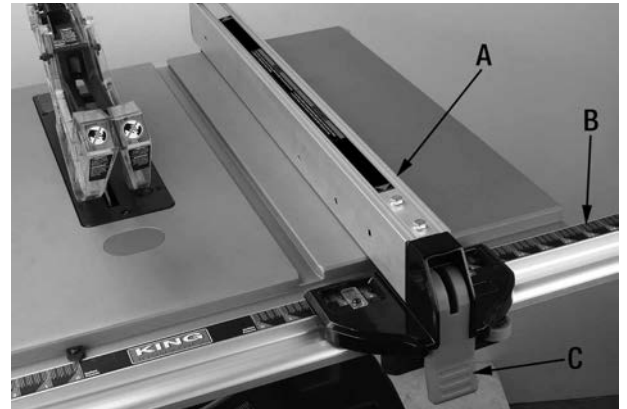
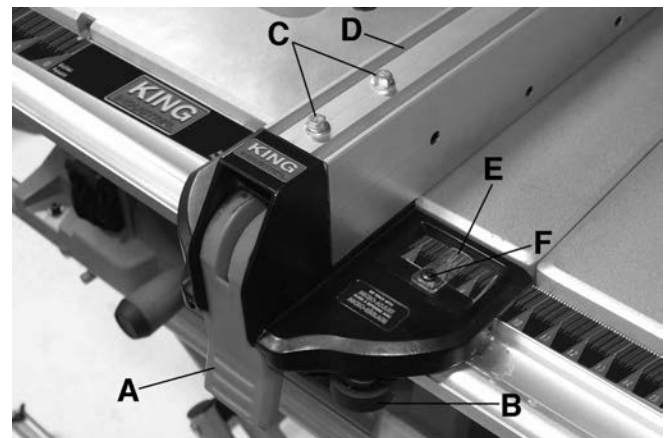
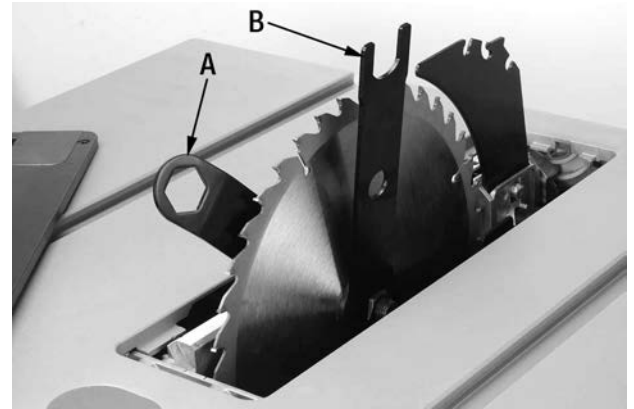
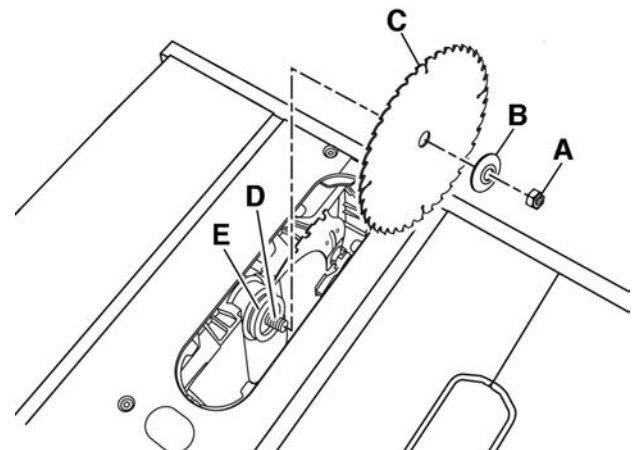

FIGURE 14
FIGURE 15
FIGURE 25
FIGURE 26
1. Positionnez l'avant du guide à refendre (A) Fig.14 sur la rail avant (B). Abaissez la partie arrière du guide sur la rail arrière. Assurez-vous que le guide à refendre glisse librement sur les rails.
2. Abaissez le levier de verrouillage (C) pour aligner et verrouiller automatiquement le guide à refendre.
3. Ce guide à refendre comprend une roue à micro-réglage (B) Fig.15 qui permet à l'utilisateur d'effectuer des petites ajustements à la position du guide en utilisant seulement une main. Le levier de verrouillage (C) Fig.14 doit être déverrouiller pour utiliser la roue à micro-réglage.
Pour réduire le risque de retour de la pièce de travail, le guide à refendre doit être parfaitement parallèle avec la lame. Déverrouillez le guide en soulevant le levier de verrouillage (A) Fig.15. Desserrez les deux boulons hexagonaux (C) sur le haut du guide. Alignez le guide à refendre (D) à la lame et resserrez les deux boulons hexagonaux (C). Ajustez la position de l'indicateur du guide (E) à la même distance de la lame en desserrant la vis (F) et en repositionnant l'indicateur.
3. Placez le bout ouvert de la clé d'ajustement (A) Fig.25 sur la partie à plat de la rondelle intérieure (E) Fig.14 à l'arrière de la lame, ceci empêchera l'arbre et la lame de tourner. Placez le bout fermé de la deuxième clé d'ajustement (B) Fig.25 sur l'écrou de l'arbre (A) Fig.26 et tournez l'écrou de l'arbre dans le sens anti-horaire, retirez l'écrou de l'arbre ainsi que la rondelle extérieure (B) Fig.26 de la lame.
4. Placez la nouvelle lame (C) sur l'arbre (D), assurez-vous que les dents de la lame font face vers l'avant et vers le sol.